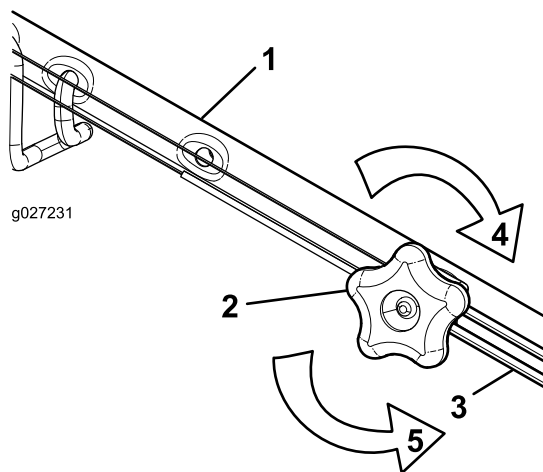

Figure 37
- Tournez le bouton de réglage dans le sens antihoraire pour desserrer le réglage du câble (Figure 37).
- Ajustez la tension du câble (Figure 37) en le tirant en arrière ou en le poussant en avant puis en le maintenant à cette position.